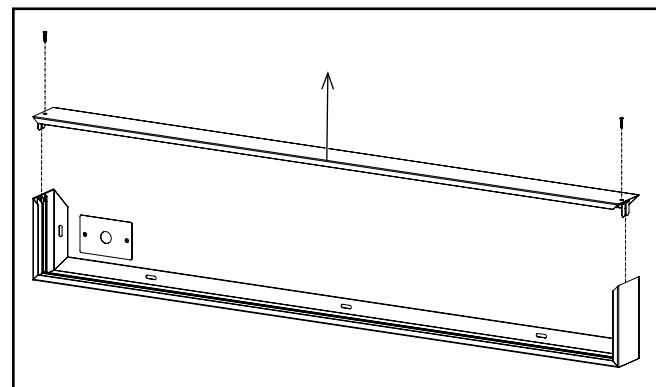

Figura 12.
- B4. Desatornille y retire el riel largo superior, así como los soportes en L-, y consérvelos para reutilizarlos. (Figura 12.)